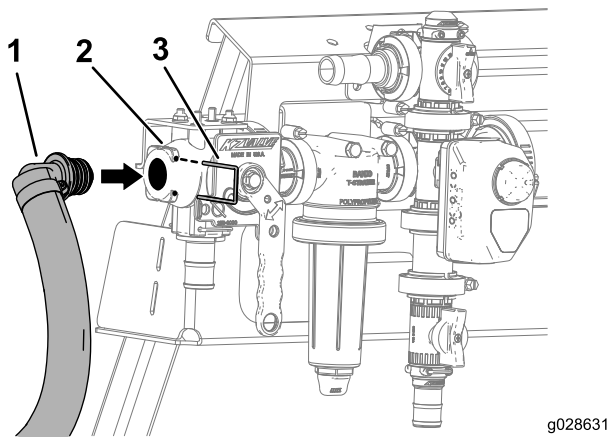

Рисунок 23
4. Проведите ослабленный шланговый хомут поверх открытого конца шланга (Рисунок 23).
5. Вставьте открытый конец шланга в клапан эдуктора и закрепите шланг с помощью стопорного штифта (Рисунок 23).